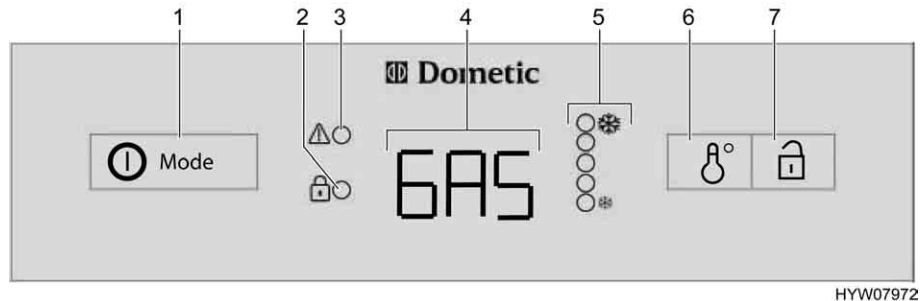

Fig. 172 Elementi di comando per il frigorifero (serie Dometic 8 con AES)
In caso di guasti il relativo indicatore LED "!" (Fig. 172,3) lampeggia.
Se è selezionato il funzionamento automatico, l'alimentazione a 230 V **non** è allacciata e il motore del veicolo è **spento**, il sistema AES seleziona il rifornimento di gas. Selezionando il funzionamento a gas, il dispositivo di sicurezza si apre automaticamente, così che il gas possa fluire al bruciatore. Contemporaneamente si inserisce l'accenditore elettronico. Se la fiamma del gas si spegne, p. es. a causa di un colpo di vento, l'accenditore viene subito azionato riaccendendo il gas. In caso di guasti nel funzionamento a gas, nell'indicazione di funzionamento (Fig. 172,4) lampeggia la scritta "GAS".
Dopo l'accensione il frigorifero seleziona automaticamente la regolazione intermedia del termostato. Questa impostazione può essere modificata manualmente con l'interruttore per la regolazione della temperatura (Fig. 172,6). Gli indicatori LED (Fig. 172,5) visualizzano la temperatura selezionata sul termostato. Con l'interruttore viene regolata la temperatura di refrigerazione per tutti i tre tipi di energia. Ci vogliono alcune ore prima che il frigorifero raggiunga la temperatura normale di esercizio. Cambiando la modalità di funzionamento la regolazione del termostato non viene modificata. La temperatura di refrigerazione è indipendente dal tipo di energia utilizzata.
- Premere l'inseritore/selettore di energia (Fig. 172,1) per 2 secondi, per accendere l'apparecchio. L'ultima modalità di funzionamento prescelta viene visualizzata nell'indicazione di funzionamento (Fig. 172,4).
- Con l'inseritore/selettore di energia (Fig. 172,1) selezionare il tipo di energia.
- Regolare la temperatura di refrigerazione sull'interruttore per la regolazione della temperatura (Fig. 172,6). Gli indicatori LED (Fig. 172,5) visualizzano la regolazione del termostato prescelta.
- Premere l'inseritore/selettore di energia (Fig. 172,1) per 2 secondi. Cancellare tutte le indicazioni.